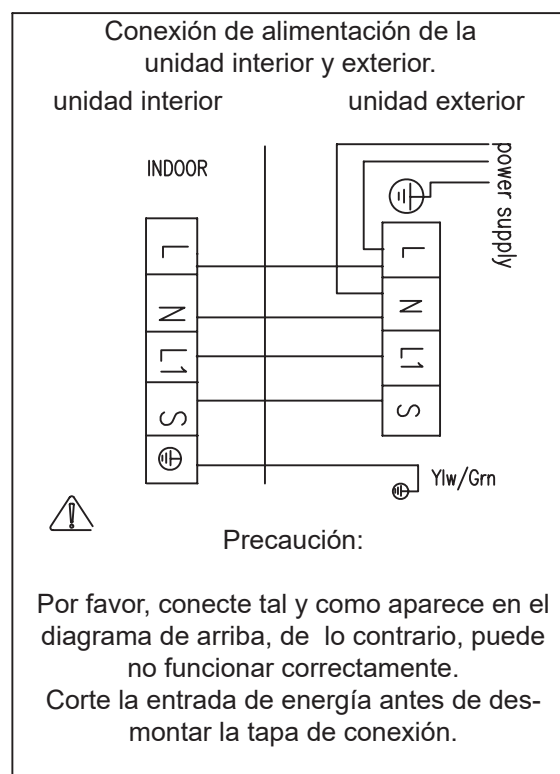

Fig.14
- Conecte los cables de conexión de la unidad por separado a los terminales correspondientes. (Fig.14)